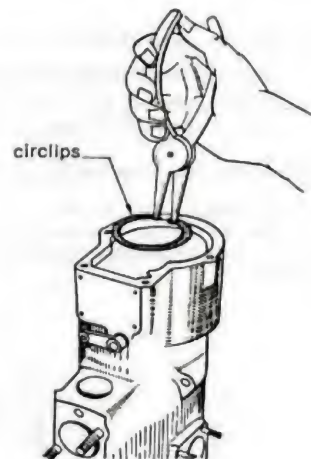

Fig. 8.
- Placer la pompe verticalement, puis retirer le circlip qui maintient l'arbre à cames avec une pince à circlips adaptée (fig. 8).